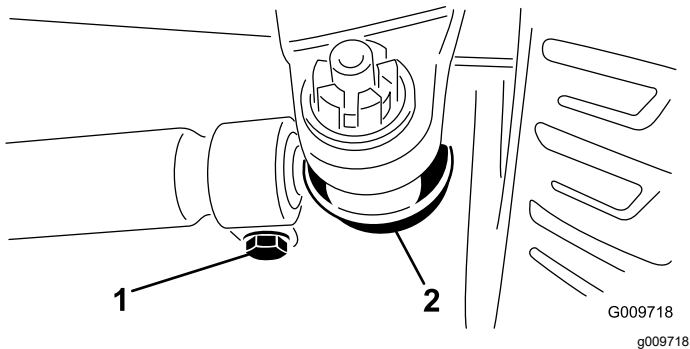

图 74
3. 要调节前束应从任一横拉杆球窝接头卸除开口销和螺母 图 74。
5. 拧松横拉杆两端的夹具 (图 74)。